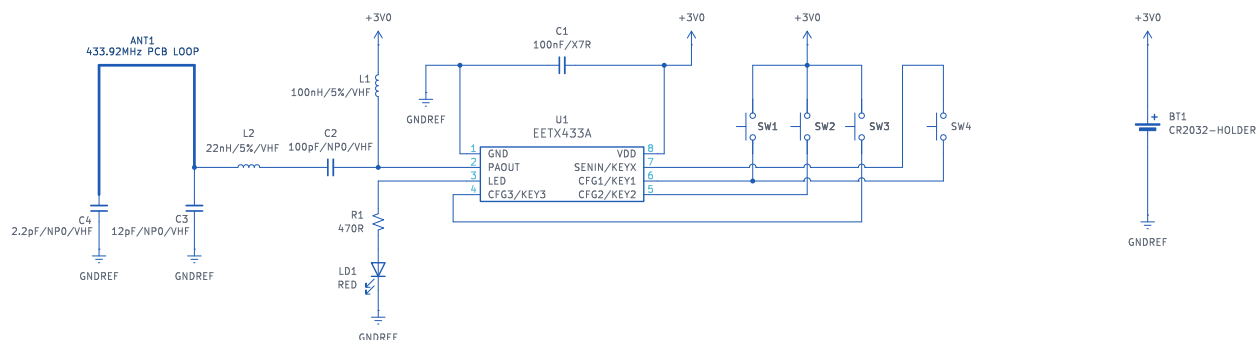
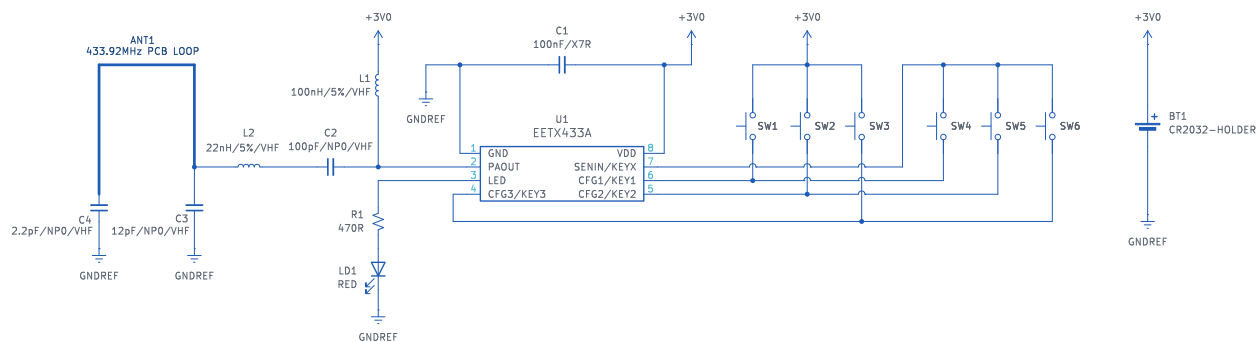

图 4：433.92 MHz 典型应用 — 4 按键
图 5：433.92 MHz 典型应用 — 6 按键
- **发射器模式 (模式 0)** — 上电时 3 个 CFG 引脚保持开路（不连接 VDD/GND）——这就选择了模式 0。IC 作为最多 6 键的键盘工作：最多 3 个按键直连（每个 CFG 引脚一个），第 4、5、6 个按键通过 KEYx 引脚的控制实现（见"按键映射"以及 4 键与 6 键应用电路，图 4 和图 5）。每个按键发送唯一的 4 位数值。
模式 0（发射器）：按下按键时触发发射。最多 3 个按键将 CFG 引脚（CFG1、CFG2 或 CFG3）直接接到 VDD（逻辑 1）；第 4、5、6 个按键使用 KEYx 引脚（SENIN/KEYx）的控制——见“按键映射”与图 4、图 5。按键按下期间持续发射，最小时长 864 ms（16 个数据包），最大时长 5400 ms（100 个数据包）。若用户在 864 ms 之前松开按键，器件仍会完成最小时长。
4)。第 4、5、6 个按键不是直连：它们依赖 KEYx 引脚（SENIN/KEYx）的控制，按照 4 键和 6 键应用电路（见图 4 和图 5）。每个按键发送固定的 4 位数值，见下表：